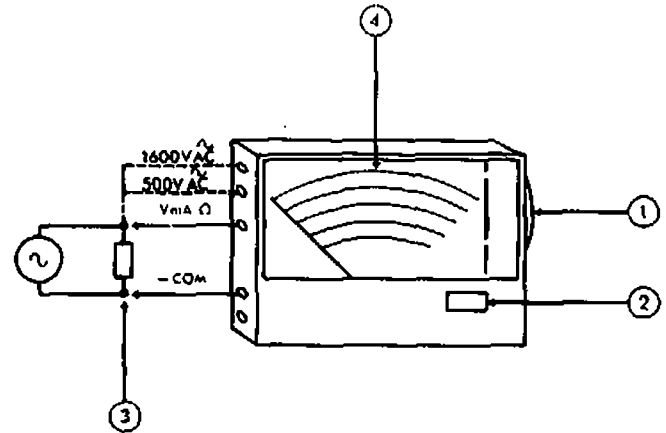

Fig. 3
- Agir sur le sélecteur latéral (1) pour afficher le calibre (rouge) désiré dans la fenêtre (2).
- Brancher les cordons de mesure (3) comme indiqué figure 3, le sens de branchement étant indifférent (les douilles de mesure sont rappelées sur le cadran).
- Lire la valeur mesurée (4) selon les instructions du tableau ci-après :